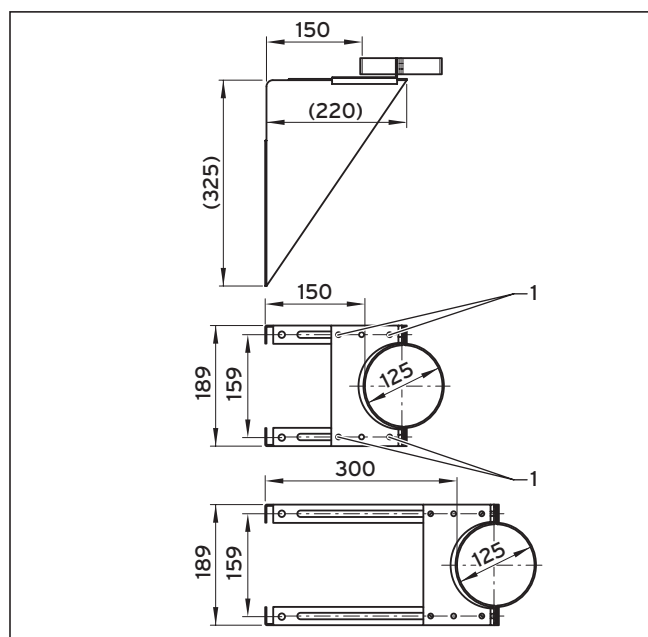

Fig. 4.70 Montage de la console murale
- Réglez la distance au mur souhaitée et serrez les 4 vis (1, → Fig. 4.70) en position de montage.